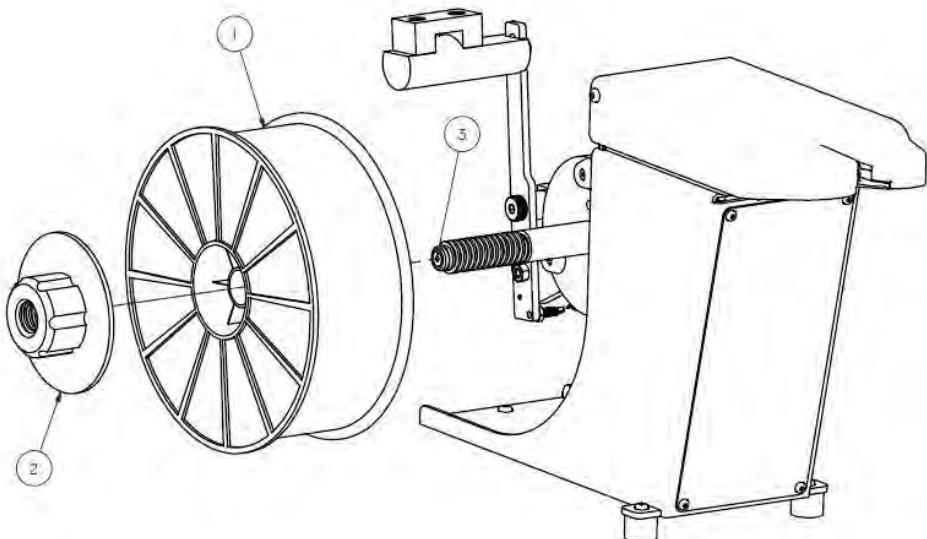
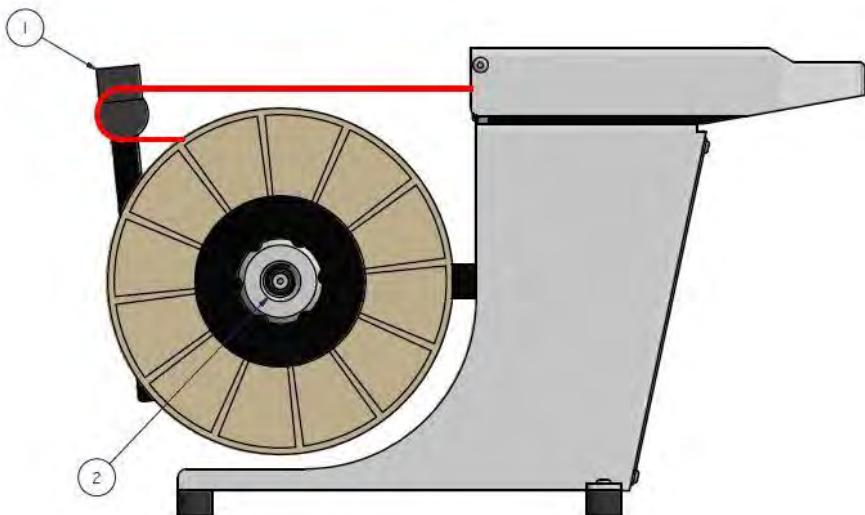
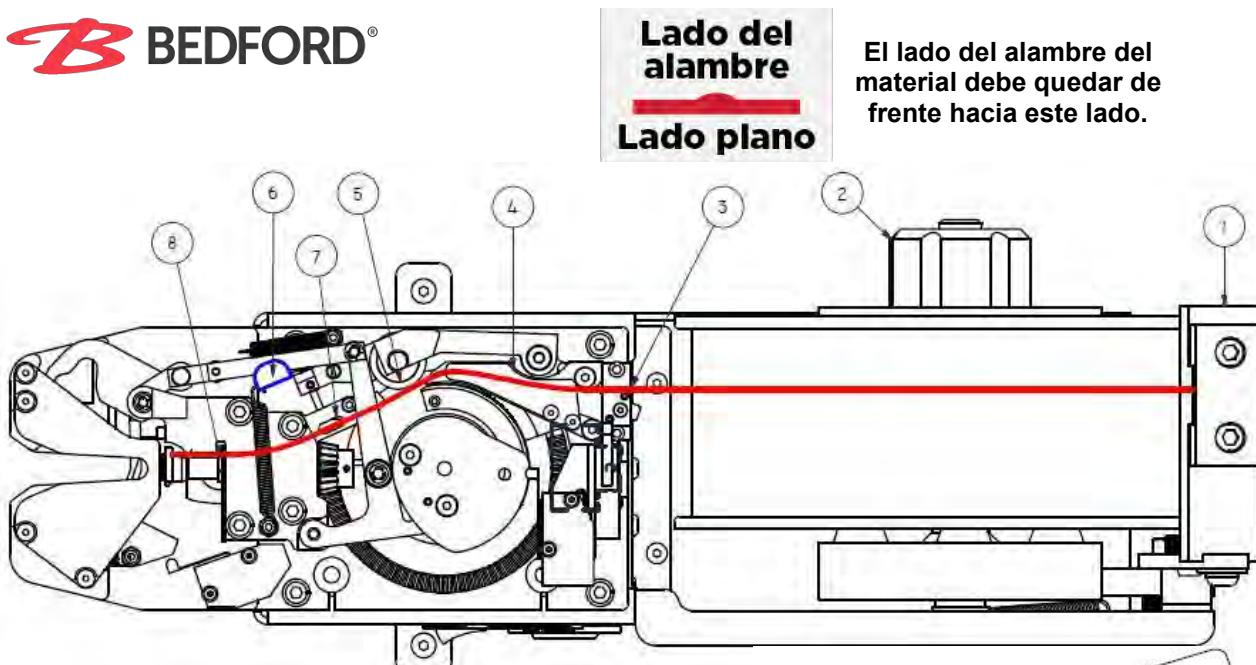
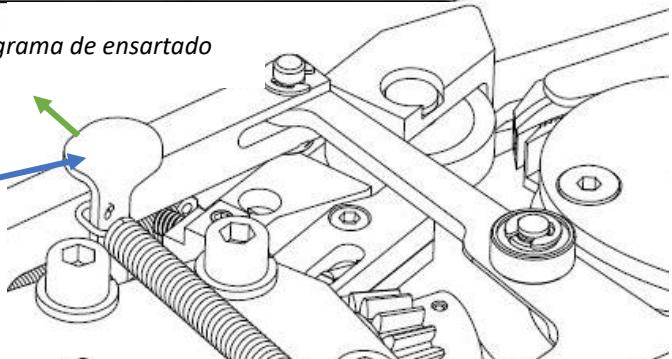

Figura 2.3.1 Carga/descarga de un carrete
Figura 2.3.2 Diagrama de ensartado por la máquina
Figura 2.3.3 Perfil del diagrama de ensartado
Figure 2.3.4 Brazo de pivote
(Consulte la Figura 2.3.1 , Figura 2.3.2 , Figura 2.3.3 , y Figure 2.3.4)
1. Coloque el carrete en el husillo roscado (3). Asegúrese de que el platinudo salga de la parte superior del carrete hacia el brazo oscilante (*Figura 2.3.1*).
2. Apriete el bloqueo del carrete (2) hacia la izquierda, sobre las rosas, para mantener en su lugar al carrete.
1. Corte el material entre el carrete y el conjunto anti-retorno en la parte trasera de la máquina. Consulte *la Figure 2.3.4*. Si el carrete está vacío y el material de cinta se desprende libremente del carrete, continúe con lo siguiente.